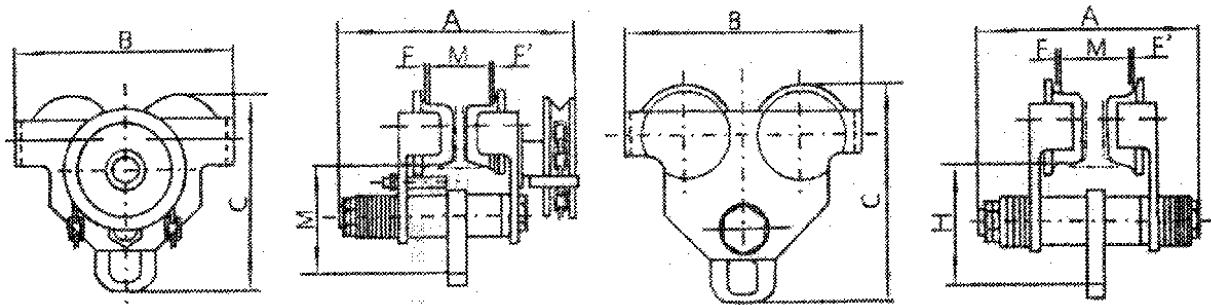

Рисунок 1. Габаритные размеры тележка приводная для тали тип А.
Механическая тележка (см. Рис.1) состоит из левой пластины (10), правой пластины (7), подвешенного пальца (6), подвесной пластины (8), маховика ручной подачи (3), вала (4) и др. Обычная тележка (см. Рис. 2) состоит из левой пластины (10), правой пластины (7), подвешенного пальца (6), подвесной пластины (8) и др. Колеса (1) установлены на левой и правой пластинах. Подвесной палец, проходящий через левую и правую пластины и подвесную пластину, на которой подвешены лебедки, замкнут гайками (12).